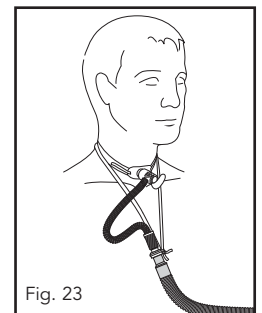

Fig. 23
17. **Tracheostomie-Direktanschluss (OPT870):** Wird der Tracheostomie-Anschluss benutzt, dann legen Sie sich das Stoffband um den Hals, schließen Sie den Adapter des Tracheostomieschlauches an, wie in Abb. 23 dargestellt, und stellen Sie die Länge des Bandes auf maximalen Komfort ein. Wenn noch nicht geschehen, dann schließen Sie den Beatmungsschlauch an. Atmen Sie normal durch die Tracheostomiekanüle.